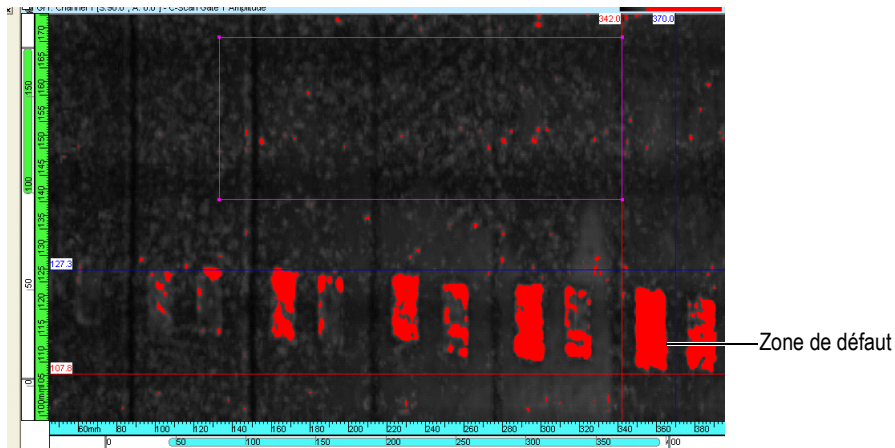

Figure 7-31 Positionnement des curseurs de chaque côté de la zone de défauts
- a) Cliquez à droite sur la barre de titre d'une vue de Dessus (C), d'amplitude ou de C-scan de position.
5. Déplacez les curseurs de référence et de mesure de chaque côté de l'indication dans la vue C-scan, comme montré dans l'exemple de la Figure 7-31 à la page 388.